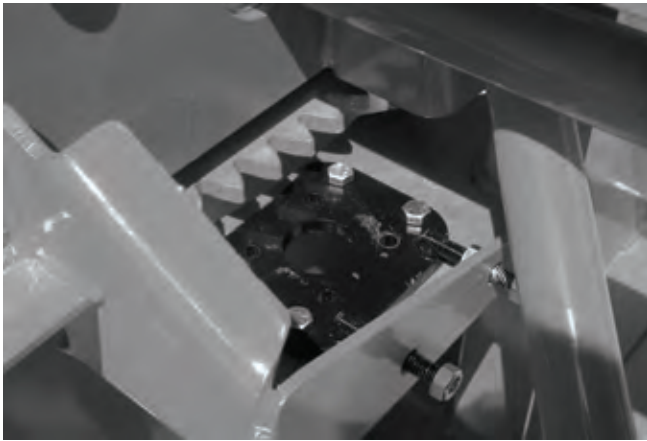

Figure 28
- 2) Installer le support ajustable du moteur en serrant légèrement les boulons (Fig. 28).